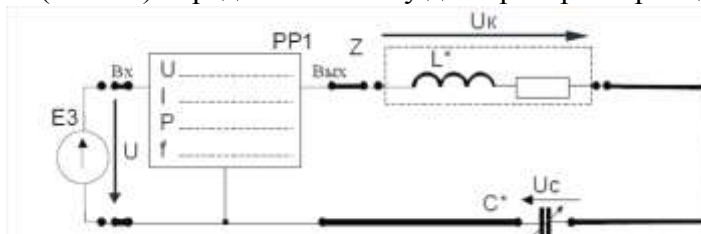

Рисунок 2
4. Собрать электрическую цепь с последовательным соединением реальной катушки индуктивности L* конденсатора С* (рис. 2), используя элементы цепи в соответствии с заданным вариантом (табл. 3). Предъявить схему для проверки преподавателю.